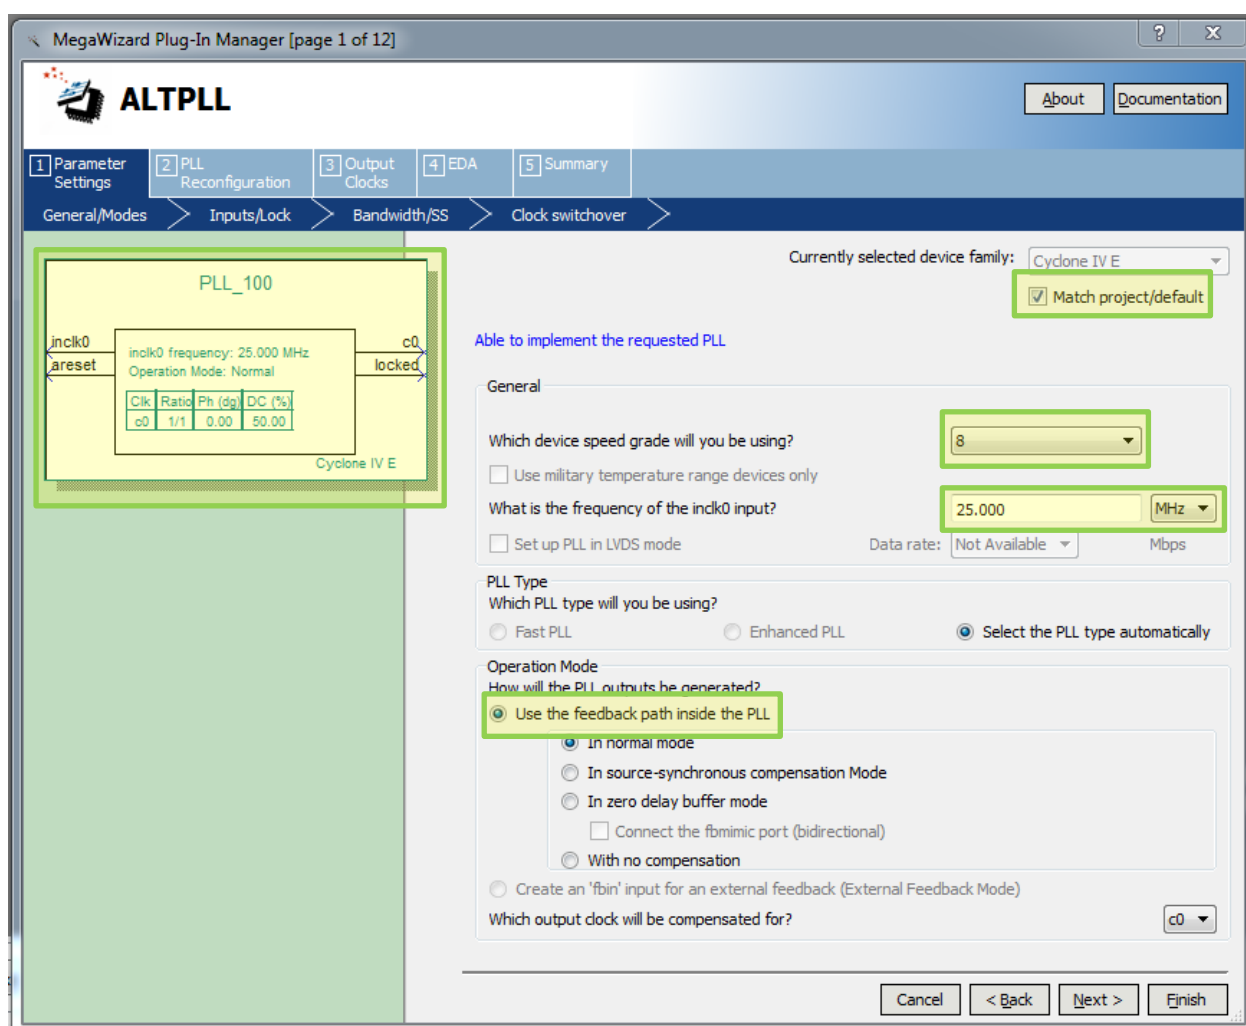

Рис. 23 Окно настройки экземпляра выбранного компонента (page 1)
6.3. В появившемся окне “**MegaWized Plug-In Manager [page 1 of 12]**” установите параметры согласно рис. 23. Выполните «**Next**».